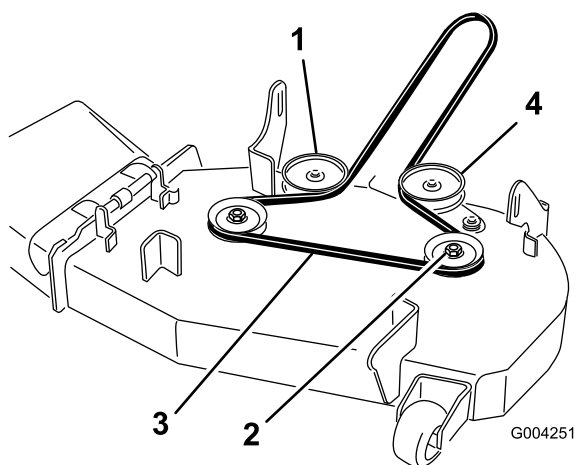
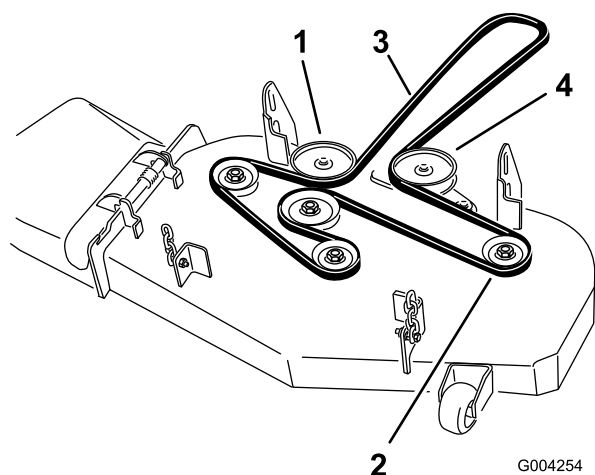

Figure 42
Figure 43
4. Tirez sur le bras de la poulie de renvoi pour détendre la courroie sur la poulie d'axe gauche (Figure 42 ou Figure 43).
6. Installez la nouvelle courroie sur les poulies (Figure 42 ou Figure 43).